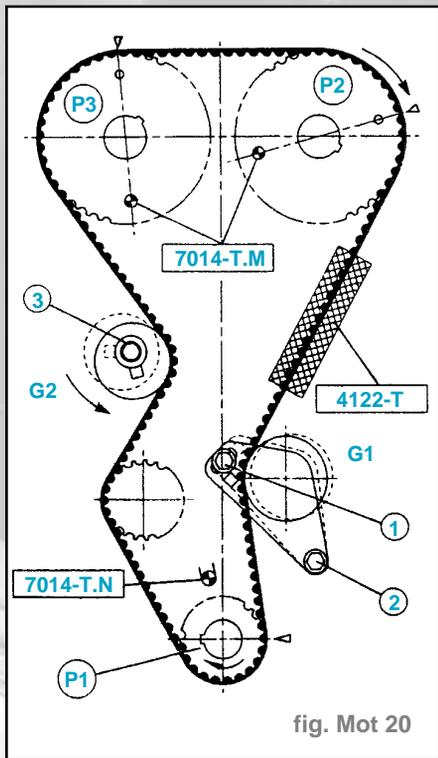

fig. Mot 20
- le vilebrequin (pistons à mi-course) (fig. Mot. 20),
- Desserrer les galets tendeurs G1 et G2 (fig. Mot. 20)
- Poser la courroie en respectant le sens de montage dans l'ordre suivant (fig. mot 20) :
- Libérer les galets tendeurs. La vis (2) est préalablement enduite de **Loctite Frenetanch** (fig. Mot. 20)
- Placer l'appareil sur la courroie, dans la zone de contrôle (fig. Mot. 20)
- A l'aide de la clé carrée, effectuer une surtension sur le galet tendeur G1 à **45 unités SEEM (20 à 25 daN.m)** (fig. Mot. 20)
- Serrer les vis (1) et (2) à **2 daN.m**.
- Tourner le galet tendeur G2 dans le sens anti-horaire pour atteindre une tension de **32 ± 2 unités SEEM (11 ± 1 daN.m)**. Serrer la vis (3) à **2 daN.m**.